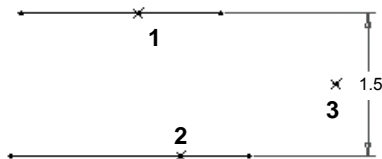

图 4.9.2 平行线距离的标注
Step2. 分别单击位置 1 和位置 2 以选择两条平行线，中键单击位置 3 以放置尺寸（图 4.9.2）。